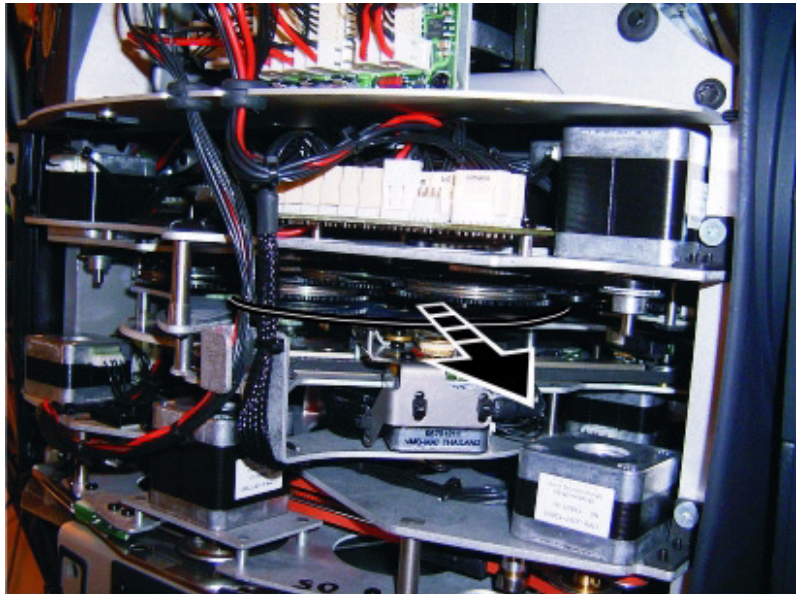

Bild 26: Entfernen des Animationsrads
4. Das Animationsrad wird durch einen Magneten auf seiner Achse fixiert. Lösen Sie den Magneten mit einem Schraubendreher von der Achse (siehe Bild 26). Verbiegen Sie nicht das Animationsrad, es kann brechen. Nehmen Sie das Rad aus dem Gerät, nachdem Sie den Magneten gelöst haben.